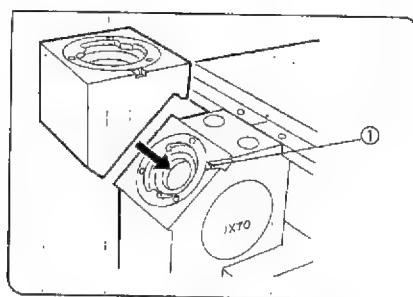

図 40
(図40, 41)
- 1) 鏡筒取付部の鏡筒固定ねじ①を六角ドライバでゆるめます。(図40)
- 2) 鏡筒取付部に中間鏡筒の丸アリを水平になるように装着し、鏡筒固定ねじ①で確実に固定します。(図40)